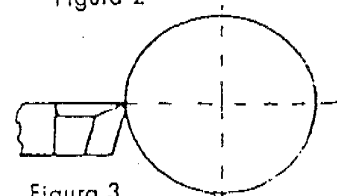

Figura 3
- c. Monte la herramienta observando la altura ( Figura 3 ) y el alineamiento.